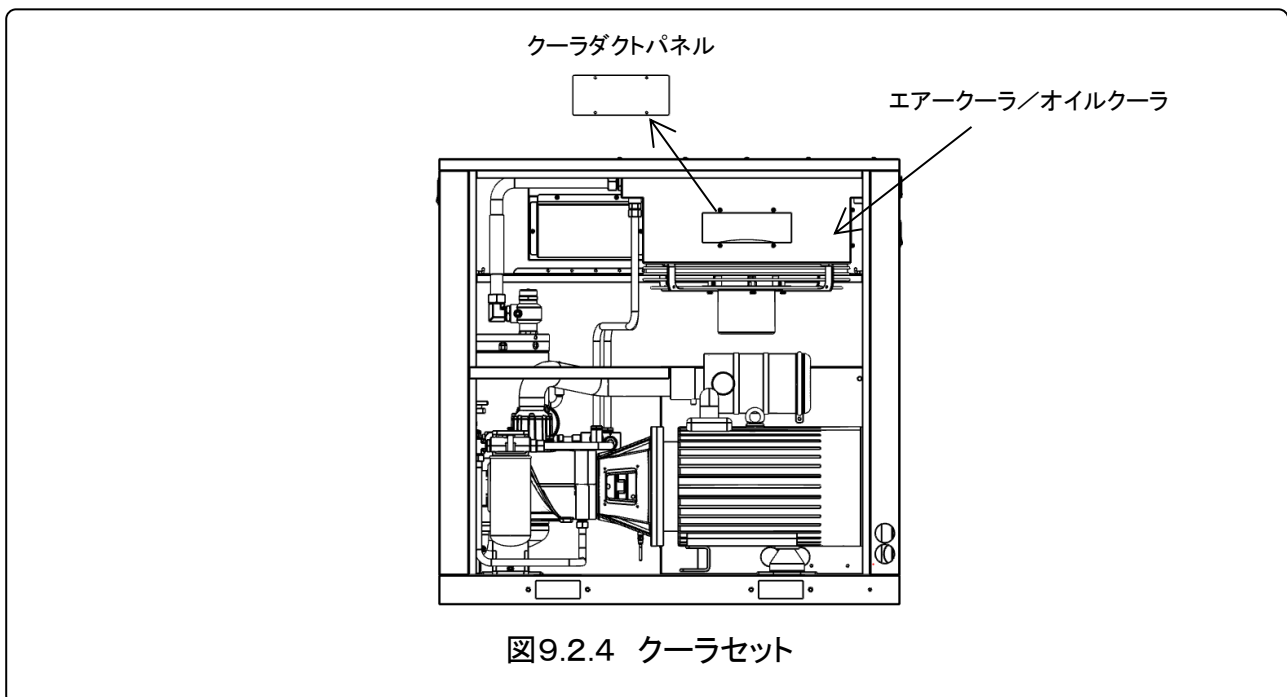

図9.2.4 クーラセット
- (1)コンプレッサを停止させて、保守・点検作業の準備をしてください。
- (2)背面パネルを開けてください。
- (3)六角ボルトを外してクーラダクトパネル(図9.2.4)を取り外してください。
- (4)プラスチックブラシでエアー／オイルクーラに付着した汚れを落としてください。